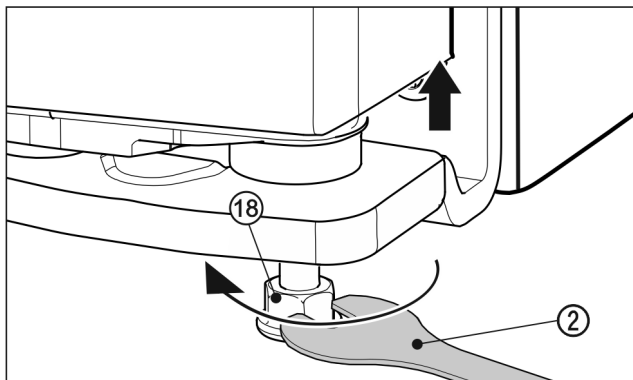

Fig. 26
- Për ta ngritur derën, lironi këmbën me rregullim Fig. 26 (18) duke e rrotulluar djathtas me anë të çelësit pirun Fig. 26 (2) të ofruar derisa të prekë dyshemenë. Pas kësaj rrotullojeni derisa dera të zhvendoset në lartësinë e duhur. Në gjendjen e dërgimit, bulonat janë plotësisht të mbledhur.